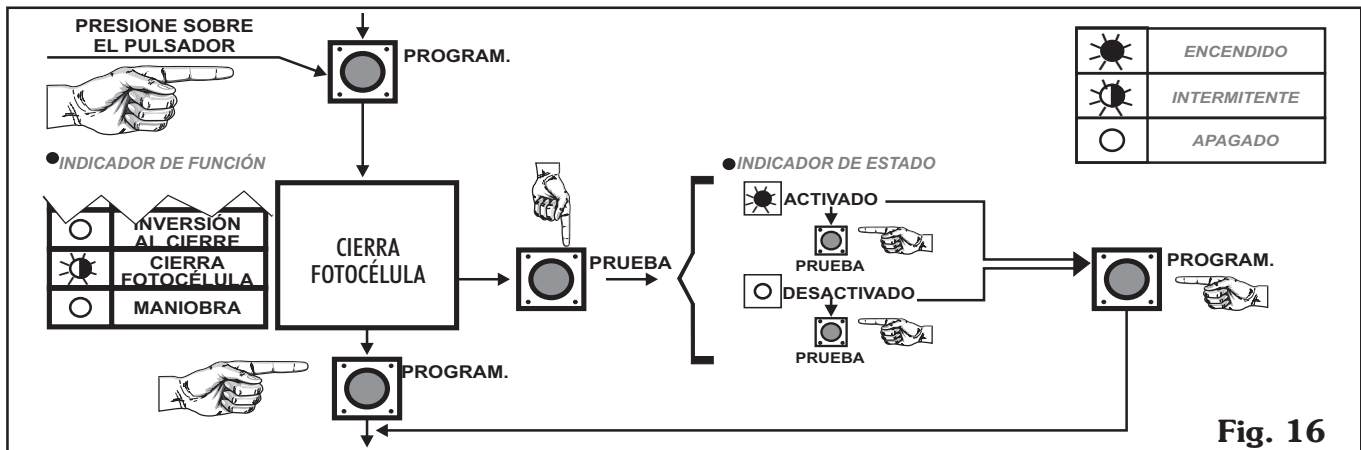

Fig. 16
- 3.5.1. Presione la tecla PROGRAM hasta que el indicador de función **CIERRA FOTOCÉLULA** se encienda *intermitentemente* (ver fig. 16).
- Presione sucesivamente la tecla **PRUEBA** (ver fig. 16) hasta alcanzar la opción deseada.